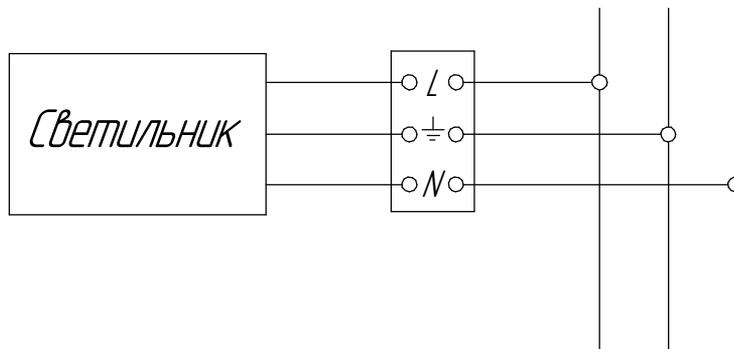
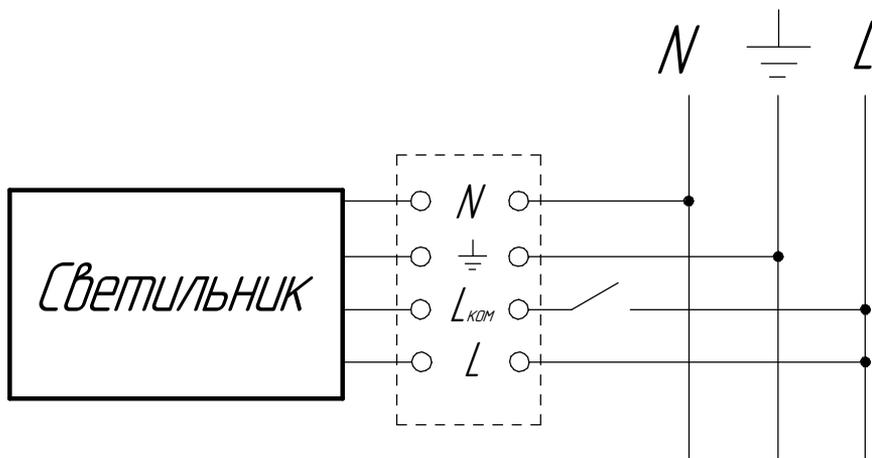

Рисунок 2.Схема подключения светильника к сети
Рисунок 3.Схема подключения светильника с БАП к сети
6.3 Закрепить корпус на опорную поверхность, используя отверстия в верхней части корпуса, или подвесить за рым-болты поз.7 из комплекта поставки (см. Приложение А, рисунок 2). Для герметизации установочных отверстий необходимо использовать резиновые и металлические шайбы из комплекта поставки.
6.6 Подключите светильник к питающей сети согласно рис. 2 (рис.3 для светильника с БАП).